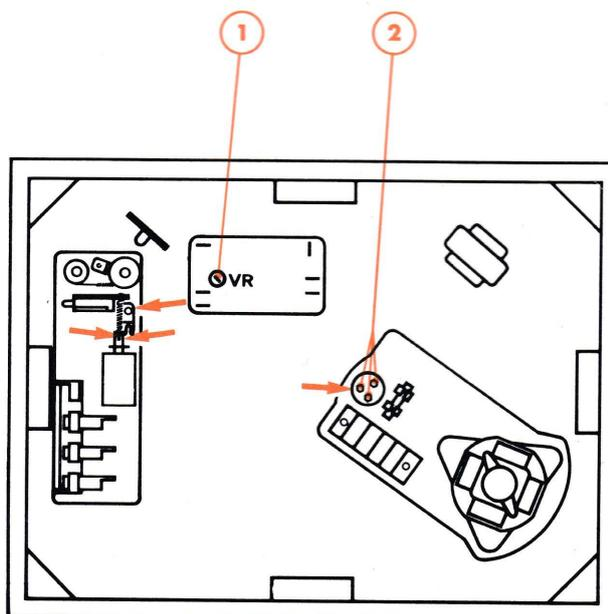

Fig. 9
Agir sur le potentiomètre (1) VR Fig. 9 du circuit d'asservissement pour obtenir l'arrêt de la platine quand la pointe de lecture atteint le milieu du sillon de sortie.